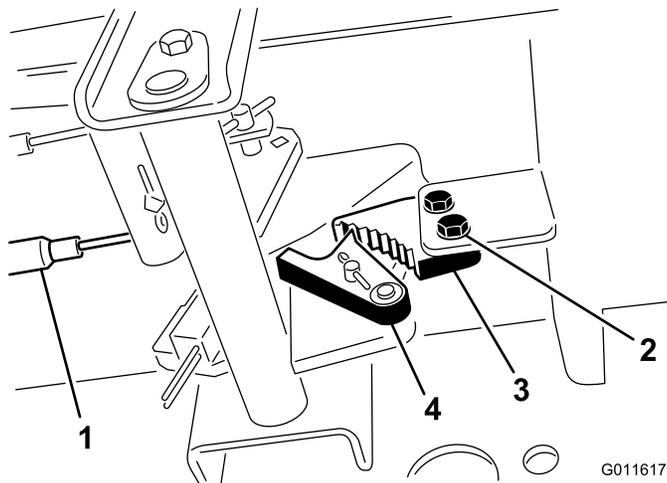

Figura 65
1. Allentate le due viti che fissano il nottolino del freno di stazionamento al telaio (Figura 65).
2. Premete in avanti il pedale del freno di stazionamento finché il fermo non s'innesca completamente nel nottolino del freno (Figura 65).